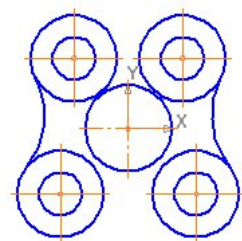

Рис.1,д
6. Удалим части этих окружностей (Рис.1,д), воспользовавшись командой  **«Усечь кривую»** *«Инструментальной панели редактирования»* , указав курсором на части дуг окружностей, подлежащих удалению.